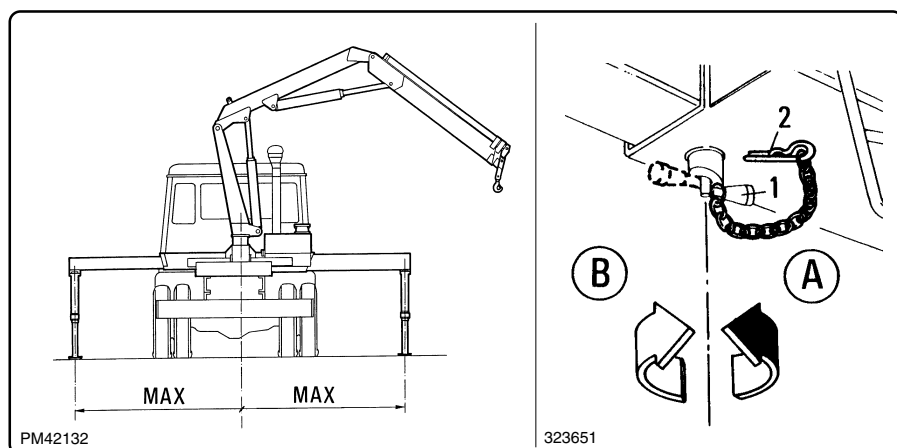

fig. 6.7.3
**1** Intervenire sulla leva “1” di blocco dei bracci stabilizzatori e ruotarla in posizione “A” di sblocco del braccio (fig. 6.7.3). Ruotare la leva “L” nella posizione “A” e spingerla nel senso della freccia “1” per comandare lo sfilo laterale del braccio stabilizzatore destro della gru.
La posizione di apertura massima dei bracci stabilizzatori è la sola che possa garantire la massima stabilità del veicolo e la migliore sicurezza (fig. 6.7.3).
**1** Operate lever “1” to lock the outrigger booms and turn it to position “A” to release the boom (fig. 6.7.3).
The maximum opening of the outrigger booms position is the only position which ensures maximum vehicle stability and greatest safety (fig. 6.7.3).